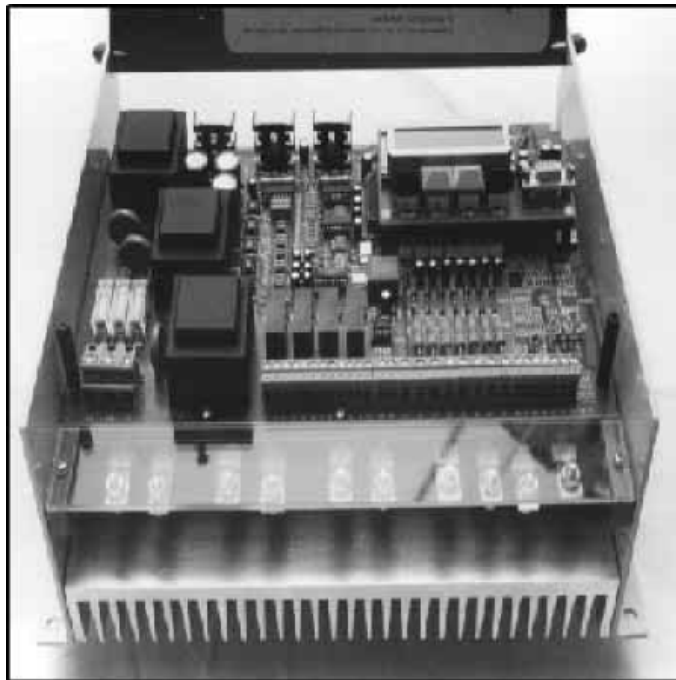

Bild 3.4b
- Die universelle Leiterkarte für alle Leistungsklassen und Sonderausstattungen mit Stromversorgung, Schnittstellenbeschaltung, Sollwertgenerierung, Regelteil, Sicherheitslogik etc. (s. Bild 3.4b). Die Reglerkarte ist auf einem Rahmen montiert, der auch die Frontplatte (Berührungsschutz) trägt.